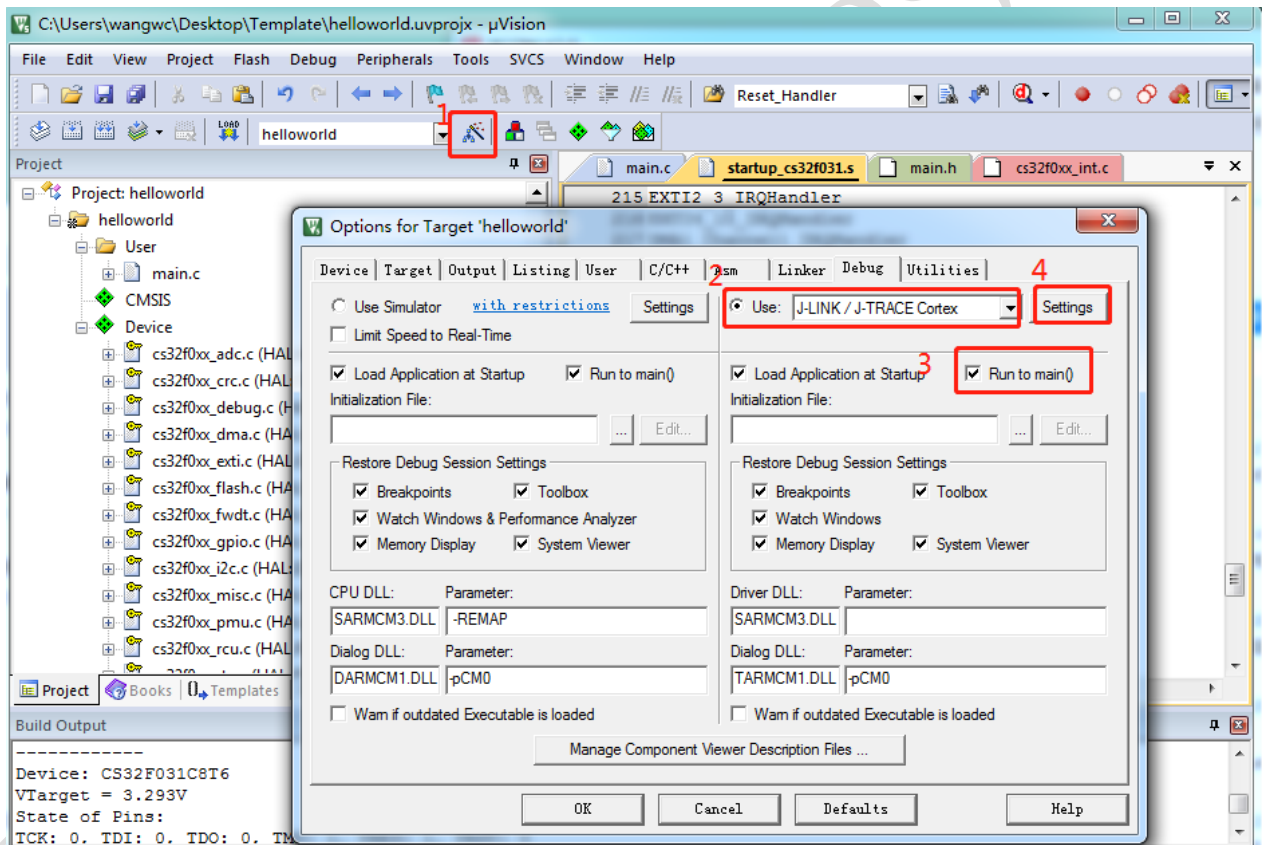

图 5.6 Debugger 选项卡设置
- ◆ 配置仿真器，以 J-LINK 为例，在 Debug 选项卡选择 Use 复选框，在下拉列表中选择仿真器 J-LINK/J-TRACE Cortex，并勾选 Run to main 单选框，如图 5.6